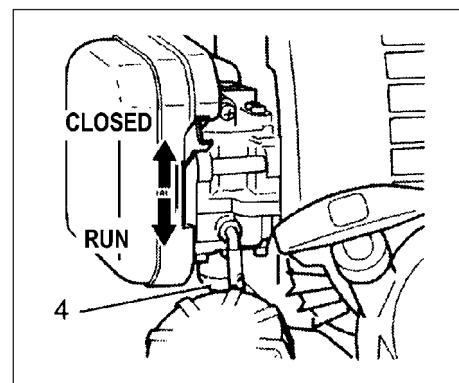

Fig. 2-3
\*Presser la poire de la pompe d'amorçage (4) à plusieurs reprises pour que le carburant puisse s'écouler par la poire ou par le tuyau de retour (5). (Si la machine est munie.) (Fig. 2-3)
2. Régler la manette du starter sur la position fermée. (Fig. 2-3)
4. Lorsqu'on sent que le moteur va démarrer, repousser la manette de starter dans la position de fonctionnement (ouverte). Puis tirer à nouveau vivement sur le lanceur. (Fig. 2-3)